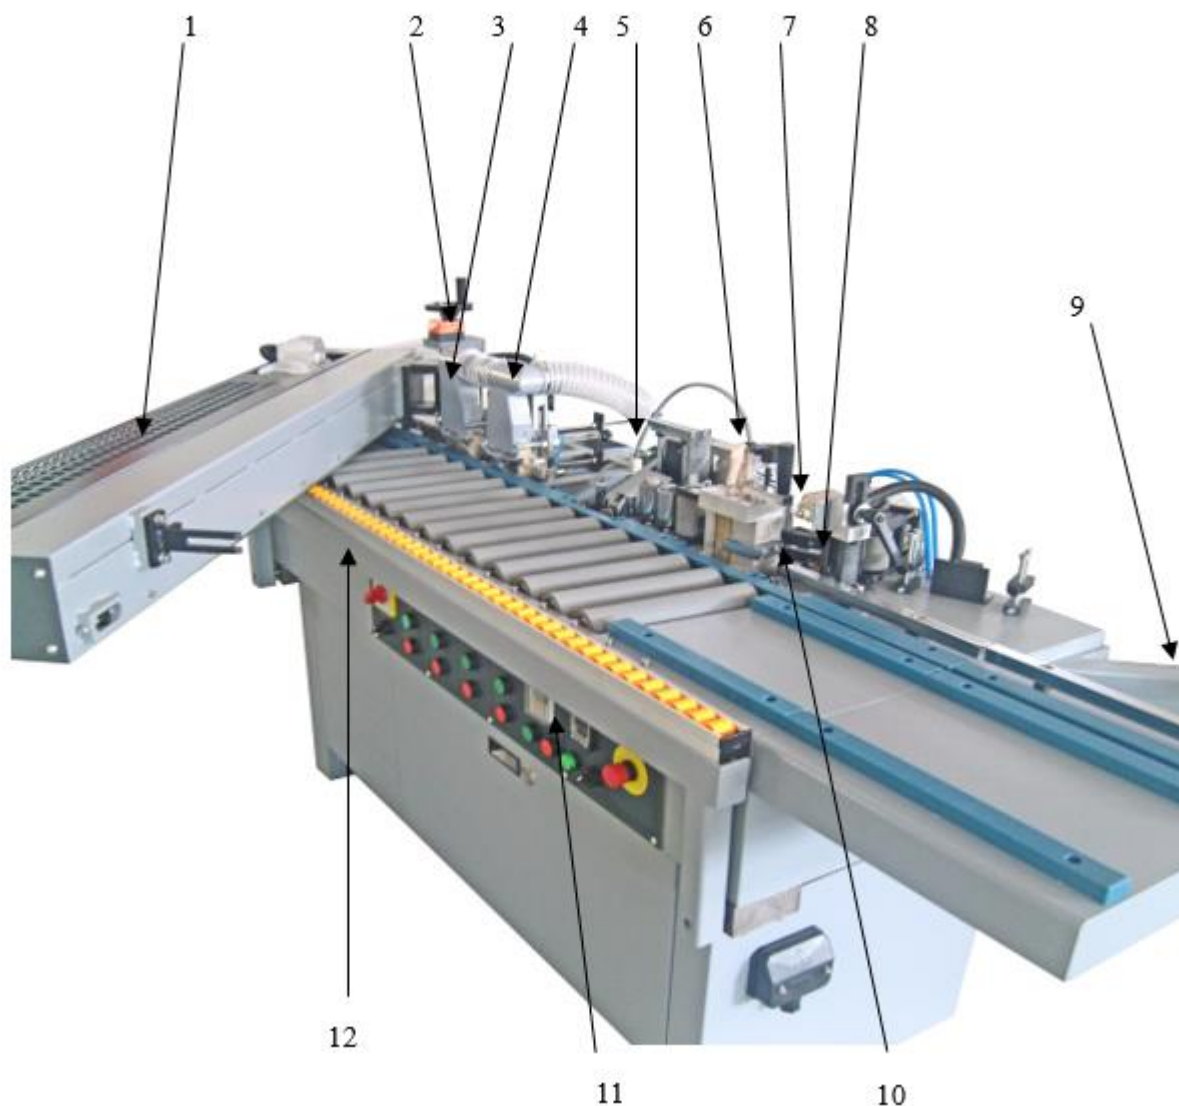

Рис. 1 Общий вид станка
4.1.1 Общий вид станка представлен на Рис. 1.